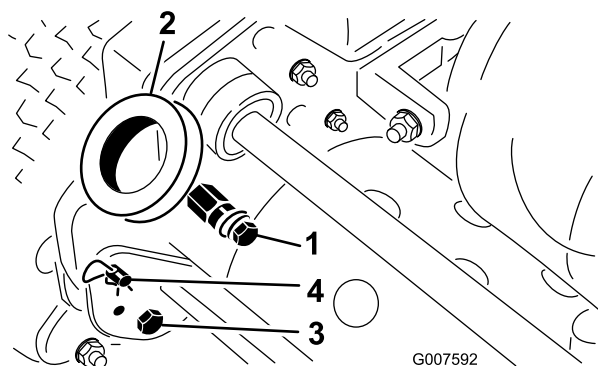

Figura 2
1. Togliete i bulloni, i dadi di bloccaggio e le rondelle che fissano la base dei bracci della stegola su ciascun lato della macchina (Figura 2).
2. Togliete le coppiglie a forcina ed i perni ad anello che fissano i bracci della stegola sul retro dell'–intelaiatura (Figura 2).
3. Inserite le estremità della stegola nei fori dei bracci della stegola, ed allineate i fori con i perni di montaggio (Figura 2).
1. Togliete le coppiglie a forcina dai perni ad anello situati su ciascun lato della macchina (Figura 2).
2. Sostenete la stegola e togliete i perni ad anello da ciascun lato, quindi alzate o abbassate la stegola nella posizione di servizio desiderata (Figura 2).